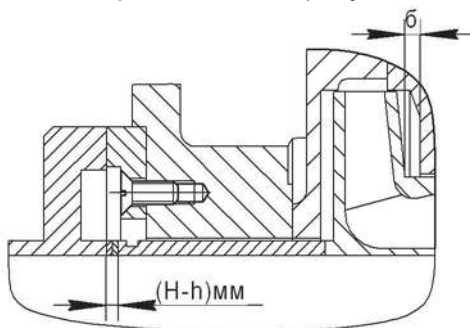

Рис.13. Отрегулированный разбег ротора.
- к) определите величину зазора "б" в зависимости от общего разбега  $A_c$  (рис.13) по табл. 12;